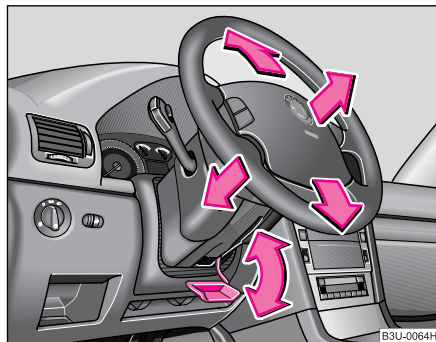

Fig. 106 Maneta de sub coloana volanului
- Îndreptați maneta de sub volan ♥ fig. 106, în jos ♥ ⚠.